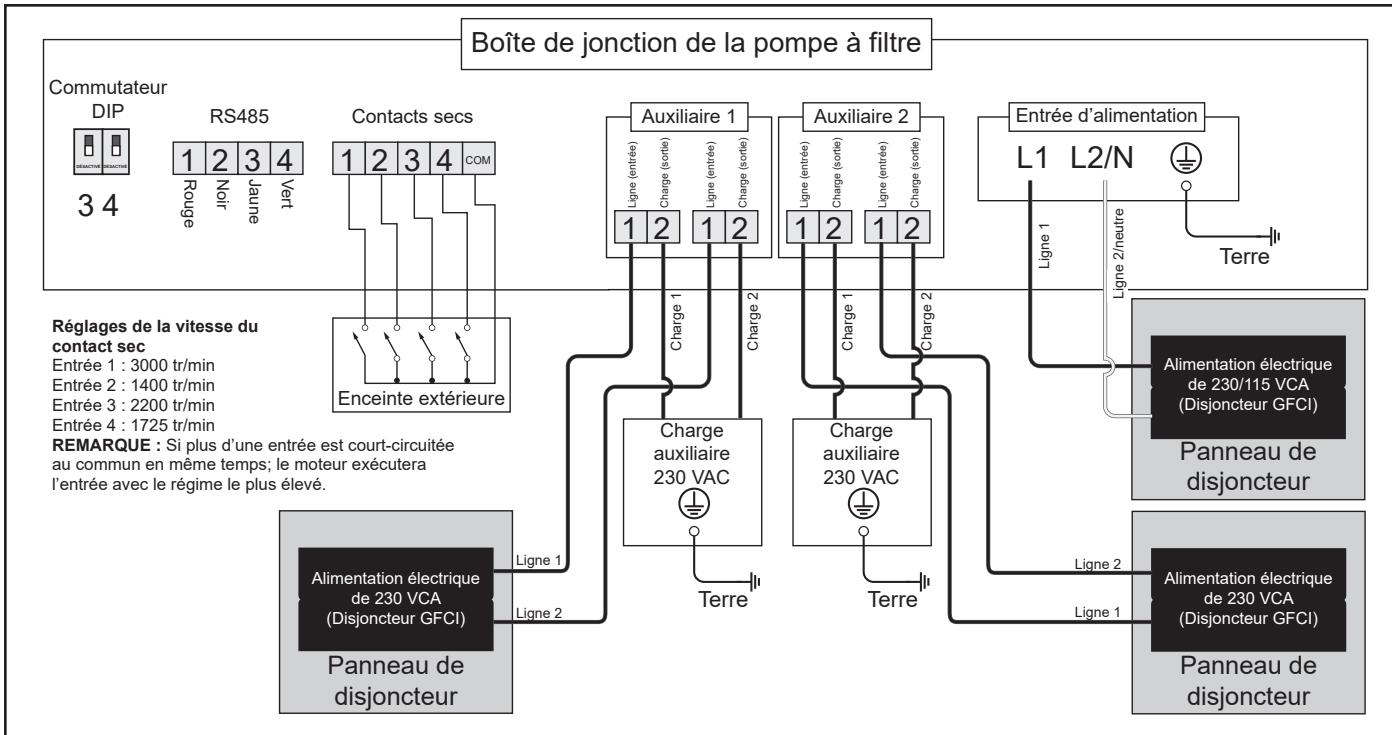

Figure 10. Schéma de câblage du relais auxiliaire de 230 V\*
**REMARQUE :** L'alimentation électrique seule ne suffit pas pour faire fonctionner la pompe. Elle nécessite une commande numérique qui lui est envoyée par un contrôleur de vitesse variable (JEP-R, iQPUMP01), un système d'automatisation ou l'utilisation des contacts secs (reportez-vous aux figures 10 et 11).
Vous reporter aux figures 10 et 11 pour des détails sur l'emplacement du compartiment. Un couvercle d'accès avec vis cruciforme doit être enlevé avant de procéder.
Les contacts secs peuvent être utilisés comme contrôleur si aucun contrôleur Zodiac n'est connecté à la ligne RS-485. En basculant l'une des entrées en commun, la pompe s'allume, s'amorce et passe à une vitesse prédéterminée indéfiniment jusqu'à ce que le court-circuit soit rompu (voir figures 10 et 11). Si aucune entrée n'est connectée au commun, le nombre de tours par minute est zéro. Ces paramètres de vitesse ne peuvent être modifiés que si un contrôleur Zodiac est connecté. Lorsqu'un contrôleur Zodiac est connecté via RS-485, toutes les commandes de contact sec seront ignorées.